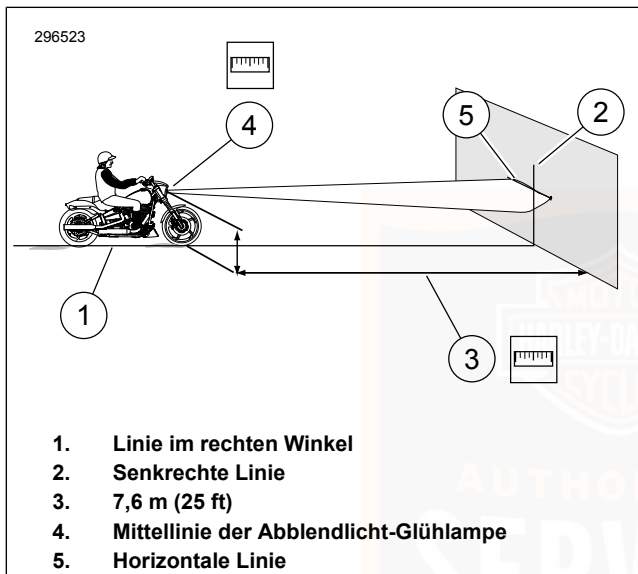

Abbildung 77. LED-Scheinwerferausrichtung
1. Siehe Abbildung 77. Das Motorrad auf einer Linie (1) im rechten Winkel zur Wand parken.